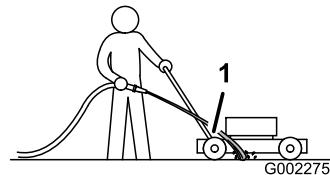

Figura 35
3. Tenete il flessibile da giardino all'altezza della stegola e indirizzate il getto verso terra davanti alla ruota posteriore **destra** (Figura 35).